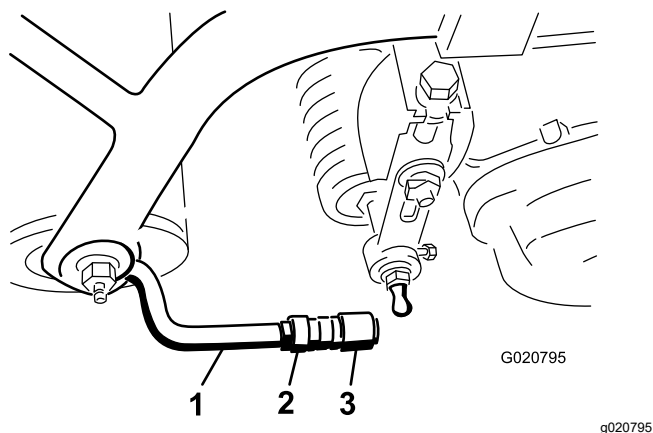

图8
- 对齐球窝接头内的球座使球座开口侧的中心朝向球头螺栓然后拧紧锁紧螺母将球座固定到位图8。